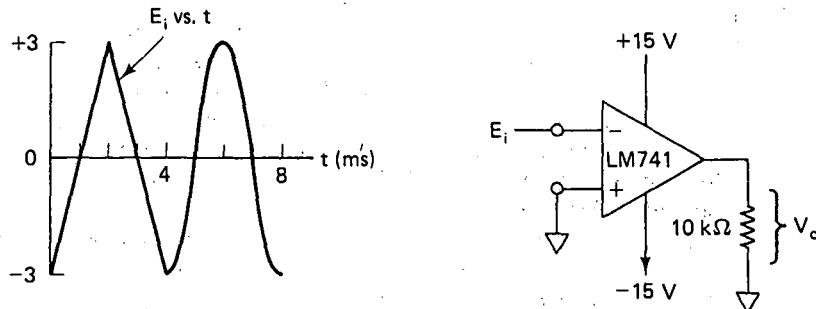

FIGURA P2-7
- 2-7. En la figura P2-7 E_i se aplica a la entrada (-) y tierra a la entrada V (+) de un 741. Trace exactamente, (a) V_o en función de t y (b) V_o en función de E_i .
- 2-8.** Intercambie las conexiones de entrada a E_i y a tierra en la figura P2-7. Trace la gráfica de (a) V_o en función de t y (b) V_o en función de E_i .